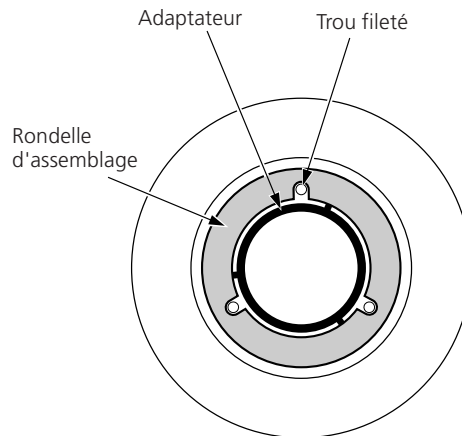

Figure 3c – Installation des fentes de la rondelle d'assemblage sur les trous filetés
3. Placez les fentes dans la rondelle d'assemblage sur les trous filetés dans l'adaptateur comme indiqué à la figure 3c.